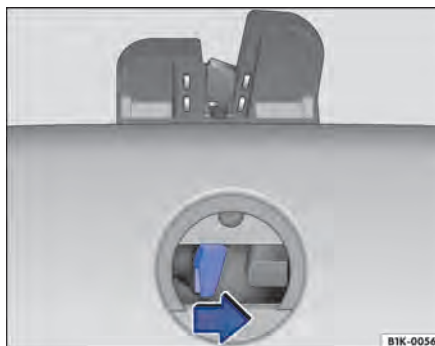

Fig. 224 A partir do compartimento de bagagem: destravar emergencialmente a tampa do compartimento de bagagem (variante 2)
- Pressionar a alavanca de destravamento no sentido da seta ⇒ Fig. 224 para destravar a tampa do compartimento de bagagem.